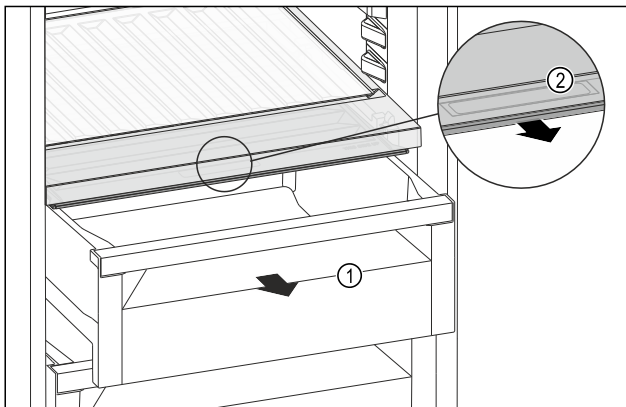

Fig. 132
- ▶ 拉出抽屉 Fig. 132 (1)。
- ▶ 抓住抽屉盖上的内嵌式拉手 Fig. 132 (2)，并同时向前拉出抽屉盖。